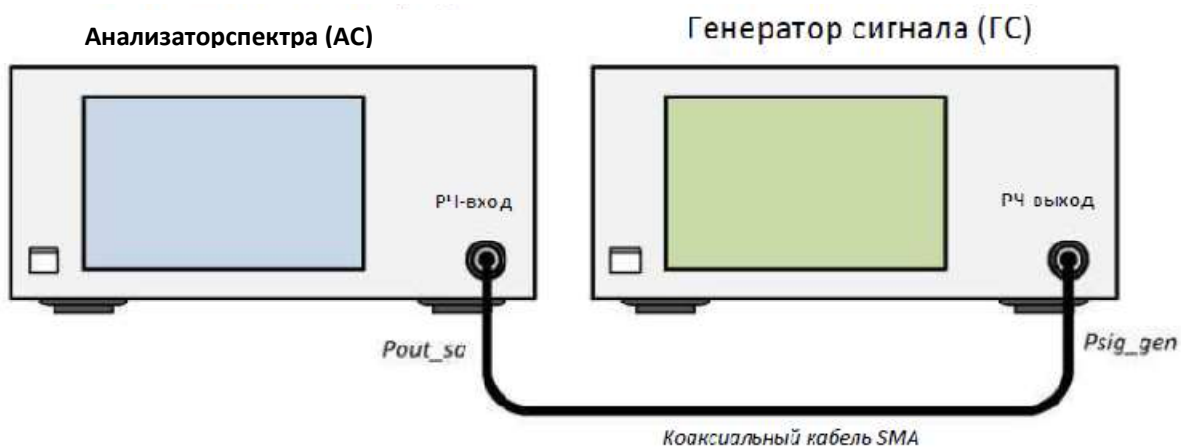

Рис. 13. Расстановка оборудования для измерения потерь в коаксиальном кабеле SMA
Можно измерить потери в кабеле, используя установку, изображённую на Рис. 13.
1. Подключите коаксиальный кабель SMA, используемый для подключения ГС, см. Рис. 13. Данный кабель будет называться "кабель к ГС". Пометьте этот кабель, чтобы отличать от других.
2. Подсоедините коаксиальный кабель SMA, используемый для подключения АС, как показано на Рис. 13. Данный кабель будет называться «кабель к АС». Пометьте этот кабель, чтобы отличать от других.
1. Произведите подключение, как показано на Рис. 13